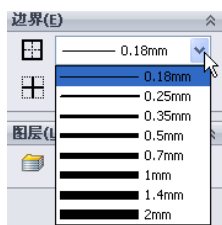

图 10-82 更改表格边界
2) 在“边界”一栏中可以更改表格边界和边界线条的粗细, 如图 10-82 所示。